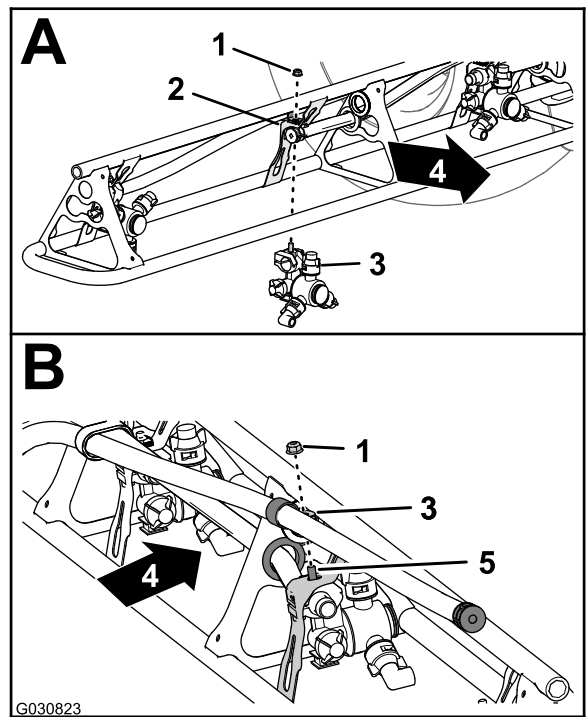

图130
- 在喷嘴的位置 1 和 4 处使用在 从外侧喷洒段上卸下喷嘴。\(页码 44\) 的步骤 2 中卸下的凸缘锁紧螺母5/16 英寸将喷嘴安装到喷嘴固定架图130中的 A 上。
- 在喷嘴的位置 2 和 3 处使用在 从外侧喷洒段上卸下喷嘴。\(页码 44\) 的步骤 2 中卸下的凸缘锁紧螺母5/16 英寸将喷嘴安装到喷嘴固定架图130中的 A 和 B 上。